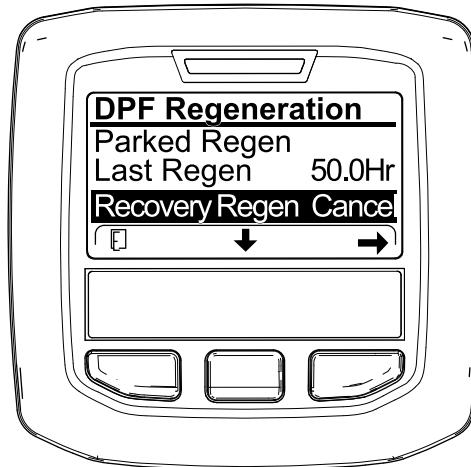
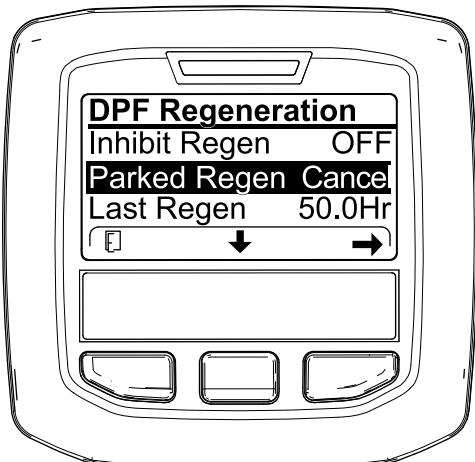

Figure 59
Figure 58
- Ouvrez le menu DPF Regeneration (régénération du FAP) (Figure 58).
- Appuyez sur le bouton central pour naviguer jusqu'à l'option PARKED REGEN CANCEL (Figure 58) ou RECOVERY REGEN CANCEL (Figure 59).
- Appuyez sur le bouton droit pour sélectionner l'option Regen Cancel (annulation de régénération) (Figure 58 ou Figure 59).